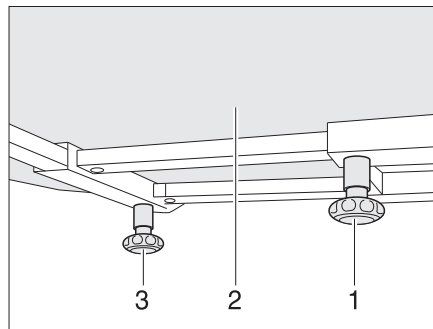

Fig. 82 Table fixe
- Desserrer la vis moletée (Fig. 82,1).
- Pousser le plateau (Fig. 82,2) dans la position désirée.
- Desserrer la vis moletée (Fig. 82,3).